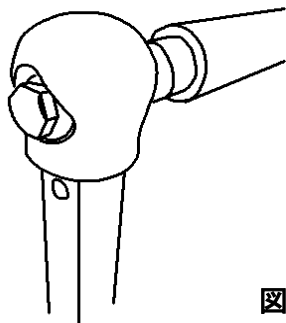

図1
- ① バーを交換するフレキハードルの柱部を準備してください（図1）。